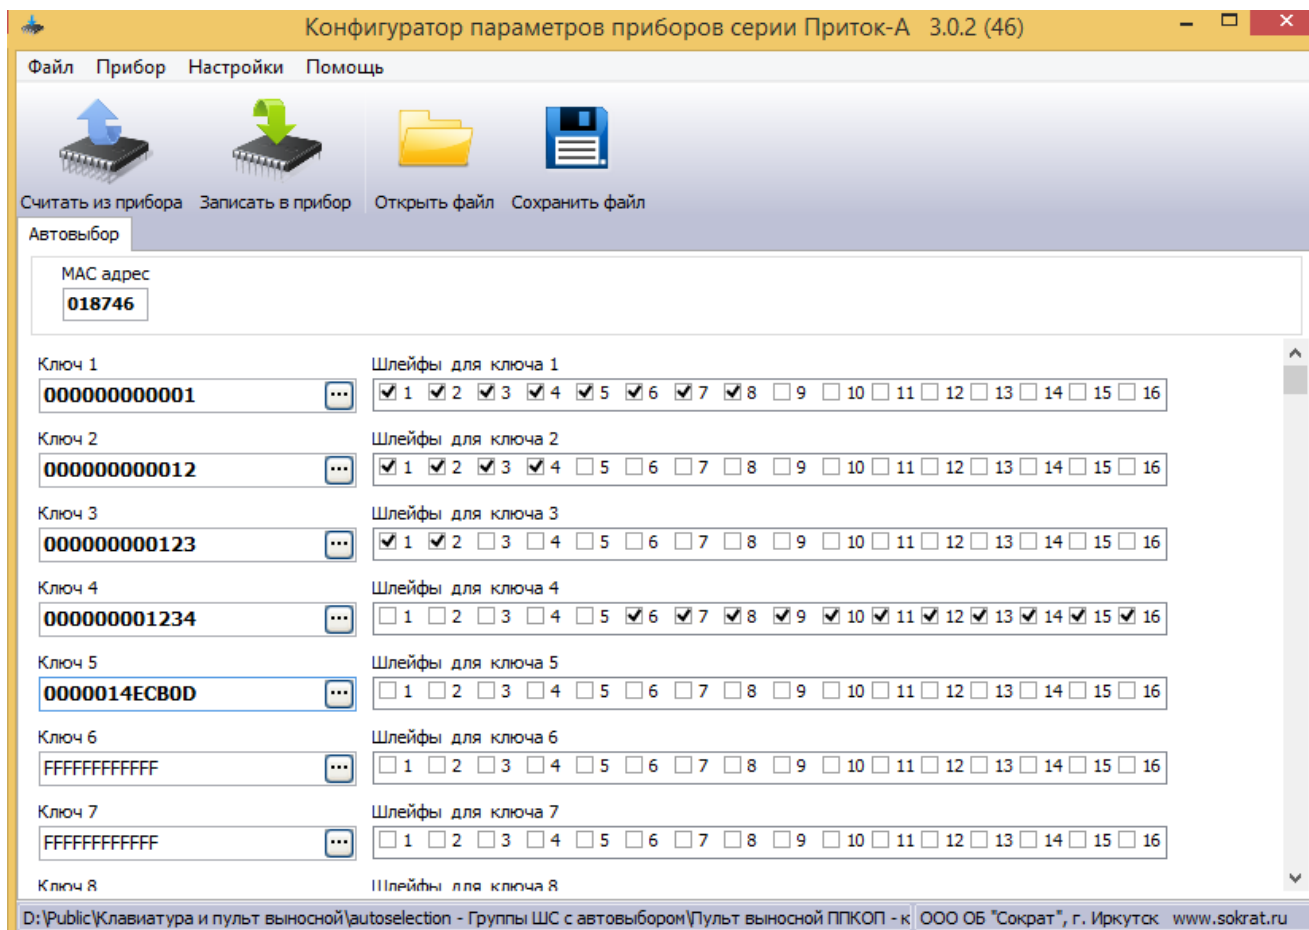

Рисунок 2 – Окно программы «Конфигуратор параметров приборов серии Приток-А»
- выбрать «Пульт выносной ППКОП», версия конфигурации прибора «1 (0.00)», при этом в окне конфигуратора будет создана пустая конфигурация (см. рис. 2);